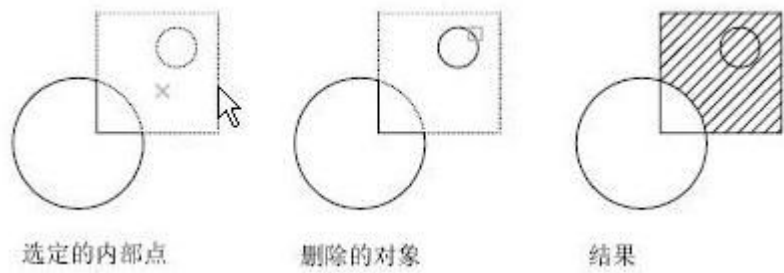

图 4-2 删除边界图示
**删除边界：**将多余的对象排除在边界集外，使其不参与边界计算。如图 4-2 所示。